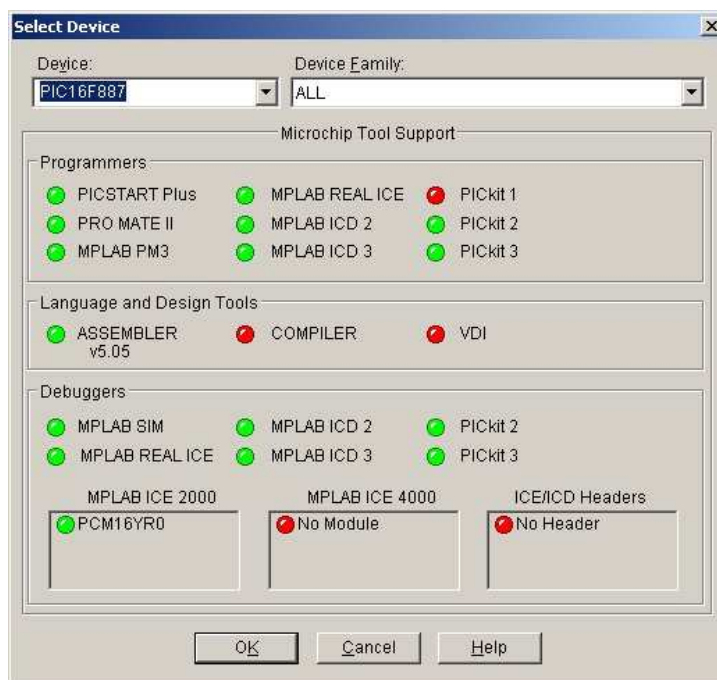

Рисунок 4.6
3. В окне **Select Device** в ниспадающем меню **Device** (рис. 4.6) выберите контроллер, с которым работаете. В данном примере это **PIC16F887**.